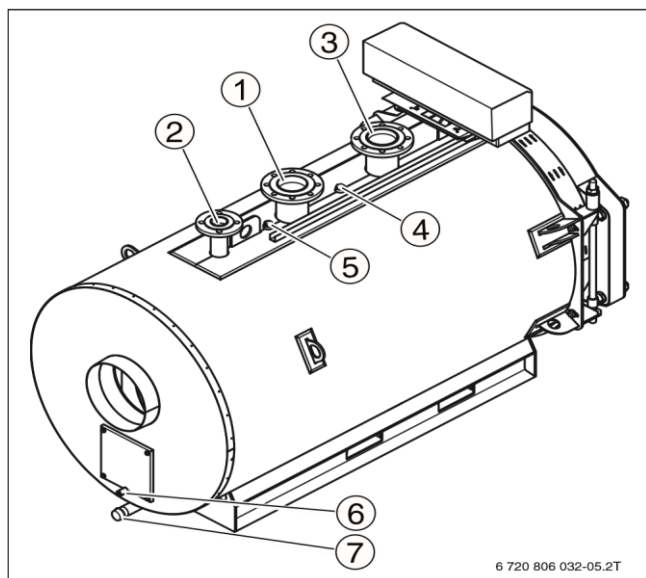
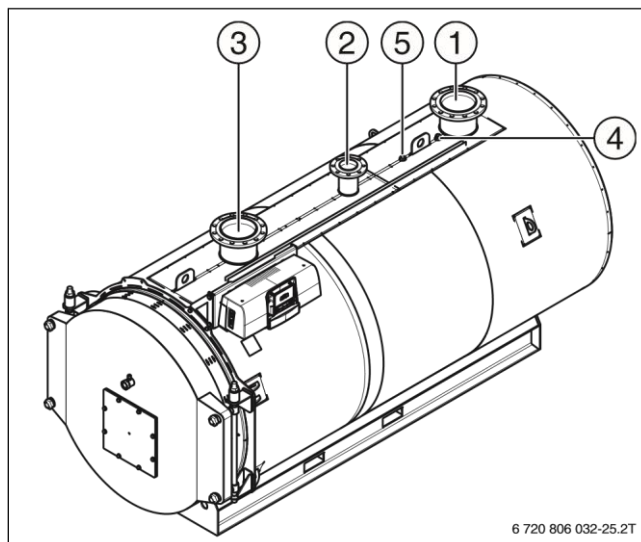

Рисунок 14 Котёл SK120 - 820 кВт (слева = задняя сторона котла)
Рисунок 15 Котёл SK 1040 - 2000 кВт (слева = передняя сторона котла)
- Подсоедините обратную линию системы отопления к месту её подключения на котле (→Рисунок 14, стр. 23 и Рисунок 15, стр. 23, [3]).
- Подсоедините подающую линию системы отопления к месту её подключения на отопительном котле (→Рисунок 14, стр. 23 и Рисунок 15, стр. 23, [1]).
- Закрепите предохранительный клапан четырьмя болтами на подключении подающей предохранительной линии VSL (→ Рисунок 14 и Рисунок 15[2]).
Точка замеров находится сверху на корпусе котла (→ Рисунок 14, стр. 23 и Рисунок 15, стр. 23)